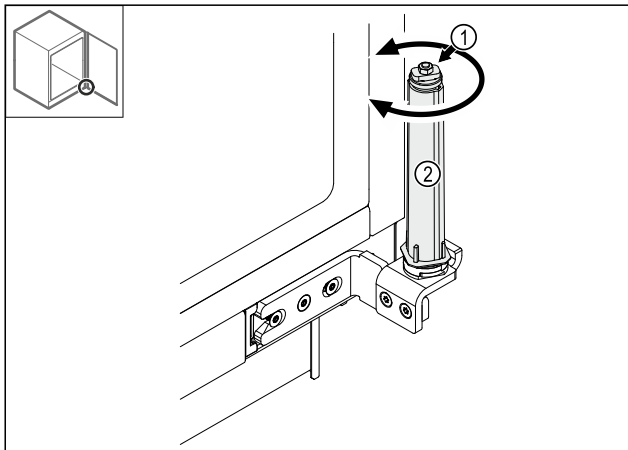

Fig. 38
- ▶ Ta inte isär låssystemets förskruvningar Fig. 38 (1).
- ▶ Vrid låssystemet Fig. 38 (2) tills det klickar.